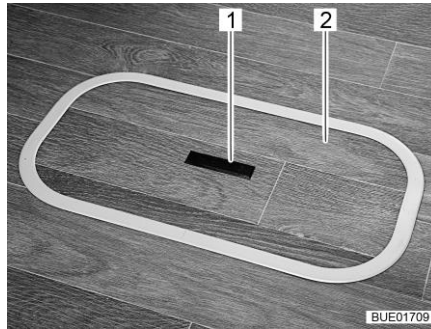
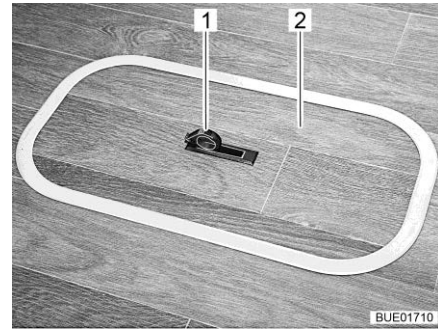

Bild 50 Abdeckung Bodenfach (Griff versenkt)
Bild 51 Abdeckung Bodenfach (Griff herausgeschwenkt)
- Auf einer Seite die Griffplatte (Bild 50,1) nach unten drücken. Der Griff (Bild 51,1) schwenkt nach oben.
- Die Abdeckung (Bild 50,2 bzw. Bild 51,2) nach oben abnehmen.